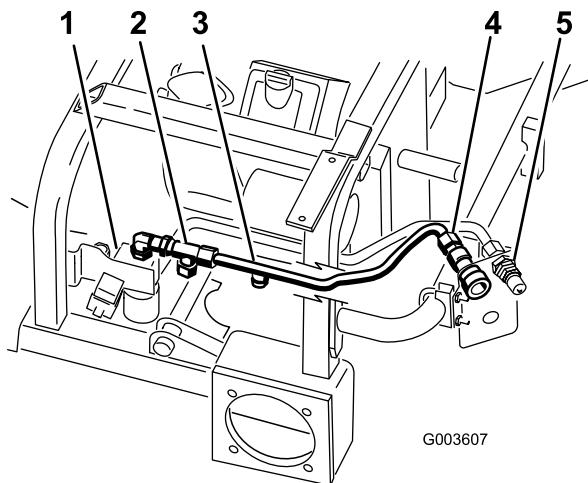

Figura 16
5. Posicione o tubo hidráulico número 2 na máquina como se mostra na Figura 16.
6. Instale o tubo hidráulico número 2 na união em T montada no cotovelo de 90 graus e parte superior da válvula (Figura 16).
7. Instale o tubo hidráulico número 2 no conector superior fêmea (Figura 16).